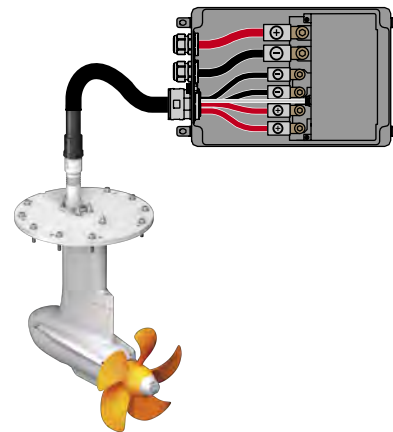

Fig. 53: Cablagem da caixa eletrônica
1. Solte os parafusos (1) da caixa eletrônica para a abrir.
4. Ligue os cabos de potência nos respetivos polos identificados (vermelho=+, preto=-; 10 Nm), **consultar "Fig. 53: Cablagem da caixa eletrônica"**.
5. Ligue o cabo do motor à ligação de controlo do motor (6).